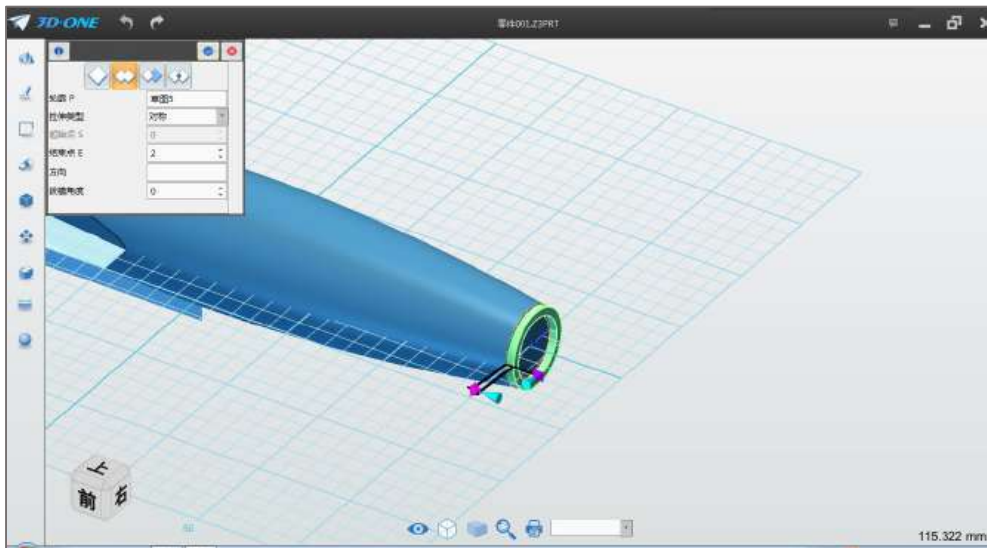

图 2-4
Step 4 点击确定，完成圆绘制。选择拉伸命令，布尔运算选择加运算，拉伸类型选择 1 边，结束点设为 2，如下图 2-4 所示：